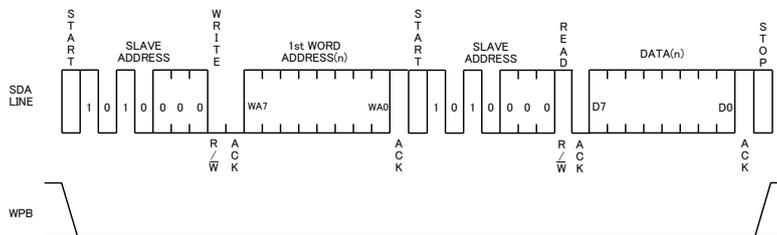

Figure 44. ランダムリード サイクル(PORT1~3)
- D0 後の ACK 信号“LOW”が検出され、且つマスター(μ-COM)側からストップコンディションが送られて来ない場合、次のワードアドレスのデータを引き続き読み出すことができます。[2Kbit(256 ワード)すべて読み出し可能](Figure 44、45、シーケンシャルリードサイクルを参照にしてください。)